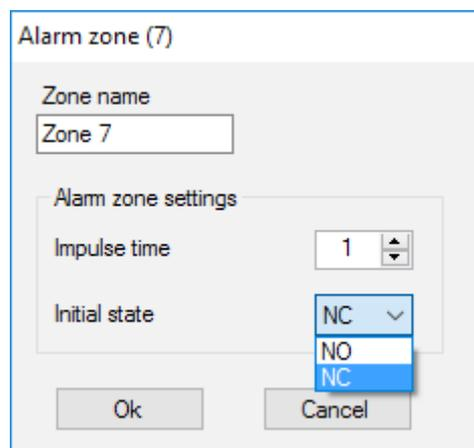

Abb. 20. Alarmzoneneinstellungen
Die Alarmzone kann als Schließer (NO) und als Öffner (NC) eingestellt werden (Abb. 20).
Meldere in den Ausgangszustand zurückkehrt. Die Zone reagiert auf Impulssensoren (z. B. MotionProtect, GlassProtect) mit Öffnen/Schließen, abhängig von der Einstellung des „Ausgangszustands“ (NC/NO) mit einem Impuls, dessen Dauer über die Einstellung „**Impulszeit**“ (Abb. 20) eingestellt werden kann. Standardmäßig beträgt die „**Impulszeit**“ 1 Sekunde, maximal 254 Sekunden. Wenn der Alarm ausgelöst wird, leuchtet die rote Zonen-LED „**3**“ (Abb. 1).